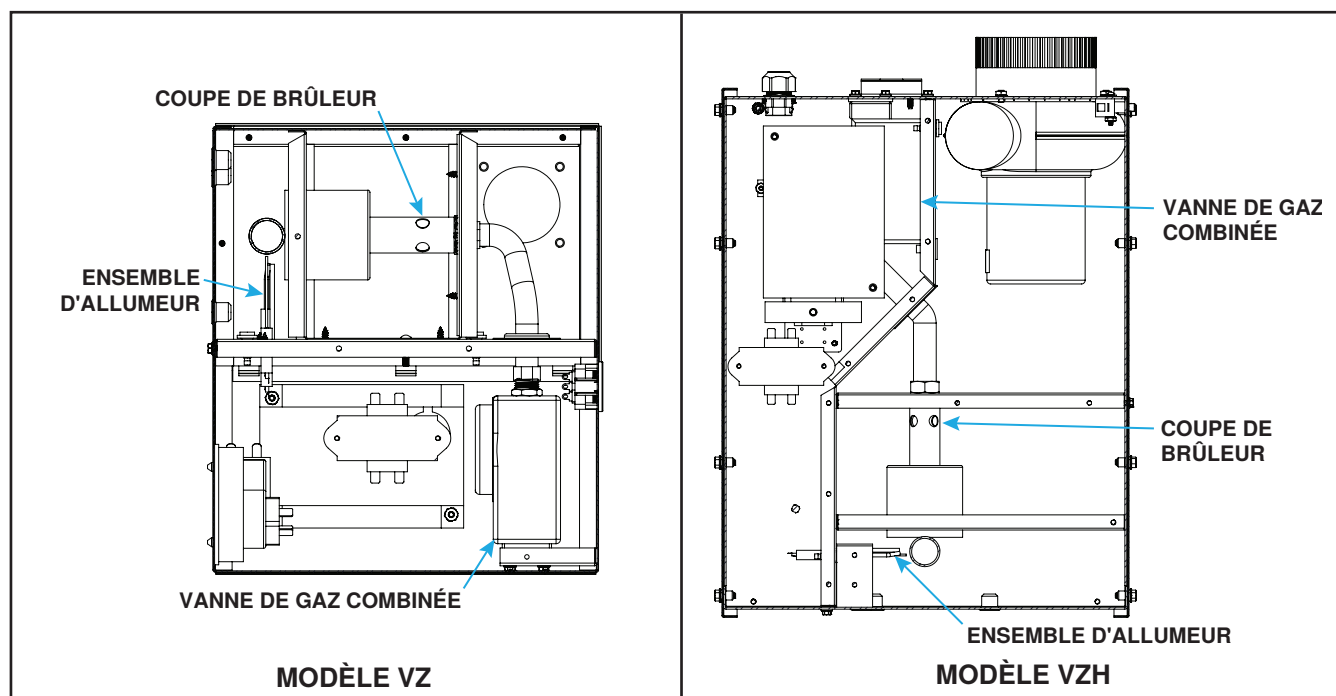

Figure 1. Emplacements des composants
- b. Retirez et gardez les vis qui fixent l'ensemble d'allumage (voir Figure 1) au panneau intérieur et retirez l'ensemble d'allumage (reste connecté au faisceau de câbles).
- c. Insérez un tournevis dans les trous de l'arbre de la coupelle du brûleur (voir Figure 1) et utilisez-le comme levier pour desserrer la coupelle du brûleur du collecteur de gaz. Continuez à dévisser manuellement la coupelle du brûleur du collecteur de gaz et écartez-vous pour accéder à l'orifice du brûleur.